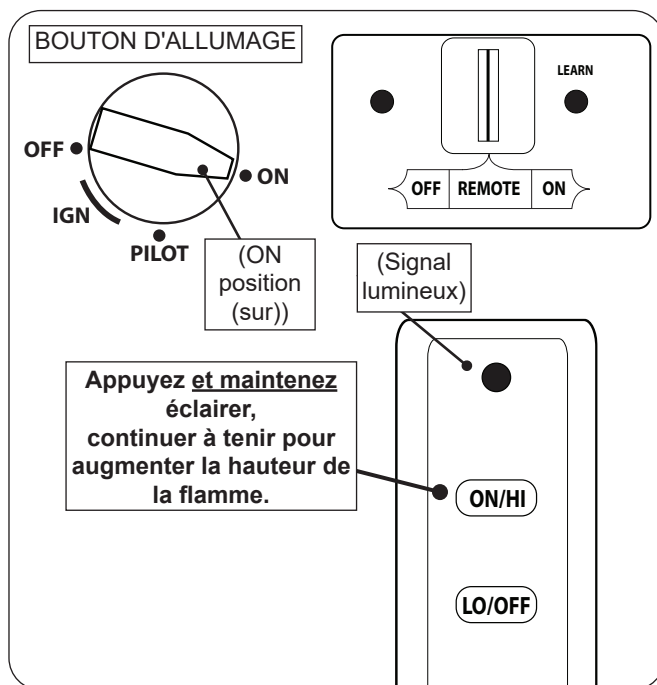

Fig. 74-1 Éclairage à distance
1. Assurez-vous que la veilleuse brûle. Tournez le bouton d'allumage dans le sens antihoraire ↶ sur **ON** (sur) (voir Fig. 74-1).
2. Localisez l'interrupteur à 3 positions sur le récepteur à distance et faites glisser l'interrupteur sur **REMOTE** (télécommande) (voir Fig. 74-1).
3. Localisez la télécommande et maintenez enfoncé le bouton **ON/HI** (sur/ haut) (voir Fig. 74-1). La séquence d'allumage commencera.